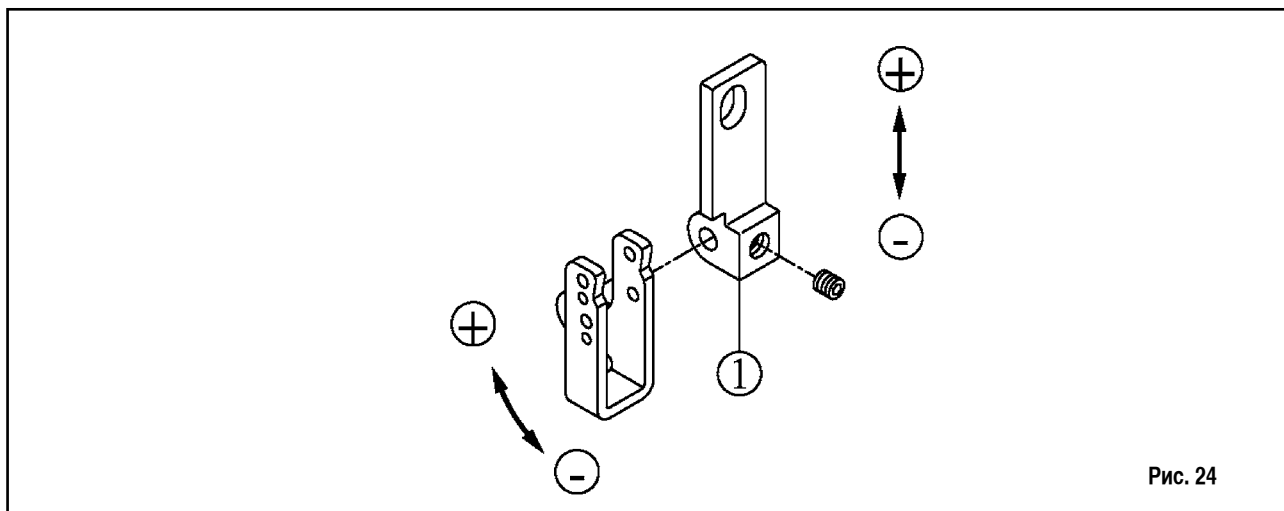

Рис. 24
2. Регулировка игольной нити (Рис. 24, 25)